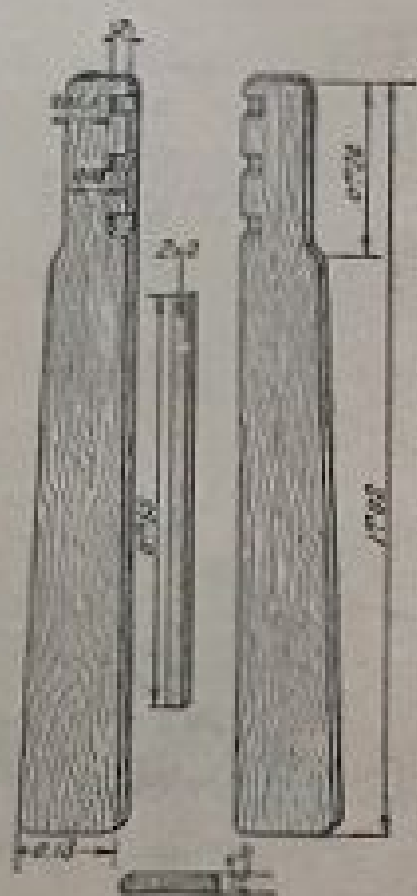

Fig. 1.
FIG. 1. — Les deux du bœuf, avec leurs dimensions, et une coupe d'un des bœfs. Entre les deux, la barre d'appui du dossier, dont les extrémités s'engagent dans les manchettes de l'extrémité des bœfs, ce qui permet de donner au dossier des positions plus ou moins inclinées.
L'ACIER CORROYÉ ET L'ACIER FONDU sont obtenus par cémentation (2). On place dans des caisses métalliques (fig. 1) des barres de fer recouvertes de charbon de bois en poudre (cément), on met ces caisses dans un four et l'on chauffe au rouge vif pendant plusieurs jours.